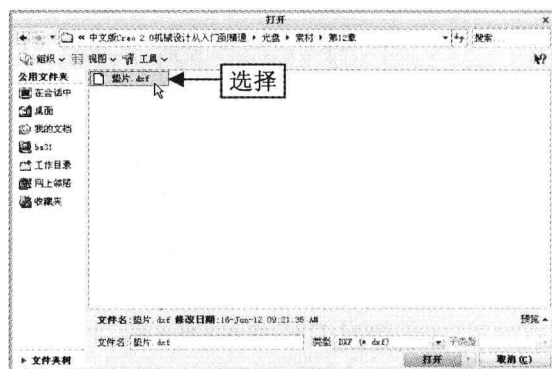

图 12-120 选择需要打开的文件
Step 02 执行操作后,弹出“打开”对话框,在对话框中选择需要打开的文件,如图 12-120 所示。